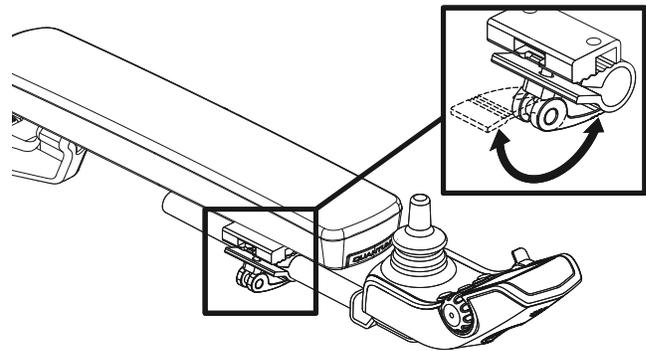

Figure 18. Réglage de la hauteur du contrôleur (accoudoirs relevables)
3. Relever, puis abaisser le levier pour desserrer l'attache. **Voir la figure 18 ou 19.**